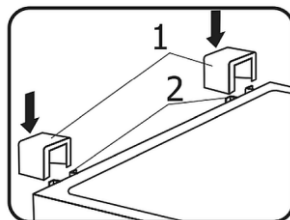

Fig. 4
8. Prendre deux supports (1) et les placer dans les glissières (2) dans la partie supérieure de la paroi arrière (fig. 4).